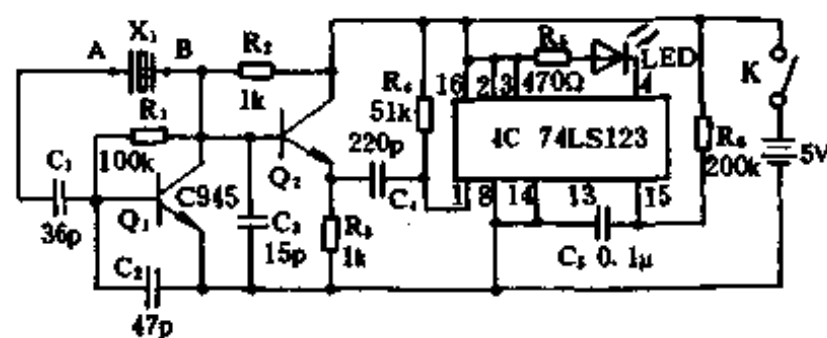

图 1-137
电路原理见图 1-137。三极管 Q_1 、 X_1 、 C_1 、 C_2 、 C_3 组成三点式振荡电路,产生高频的脉冲信号。脉冲信号再直接耦合至 Q_2 、 R_2 、 R_3 组成的射极跟随器,经 C_4 耦合到 IC 74LS123 组成的脉冲展宽电路。IC 是可重触发的单稳振荡器,在脉冲信号的触发下,单稳振荡器 74LS123 第④脚输出低电平,使 LED 亮, R_5 为限流电阻。